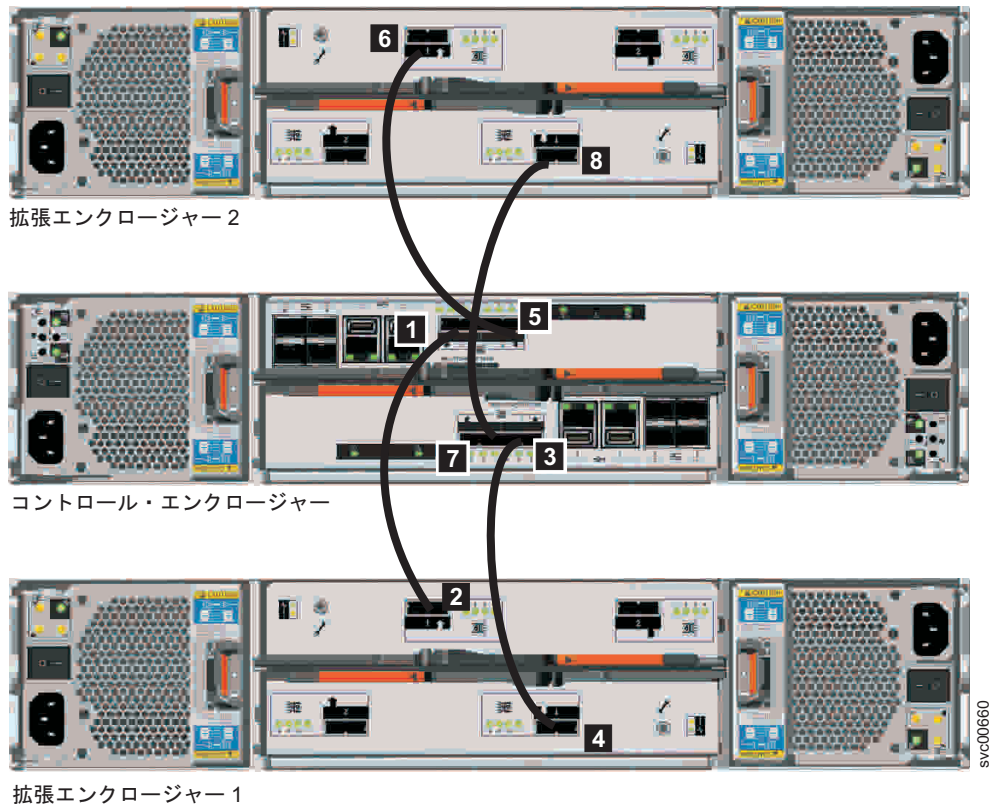

図 13. 2 番目の拡張エンクロージャーの追加
3. コントロール・エンクロージャーの SAS ケーブルを 2 番目の拡張エンクロージャーに接続します (20 ページの図 13 を参照)。2 番目の拡張エンクロージャーはコントロール・エンクロージャーの上にあります。